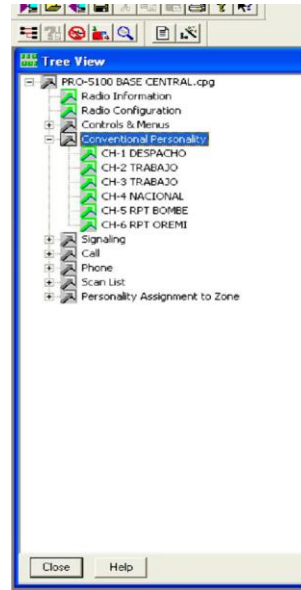

Figura 3.5 Canales del Motorola
4. Hacer clic en el icono Conventional Personality, para ver los canales del equipo ver Figura 3.5.